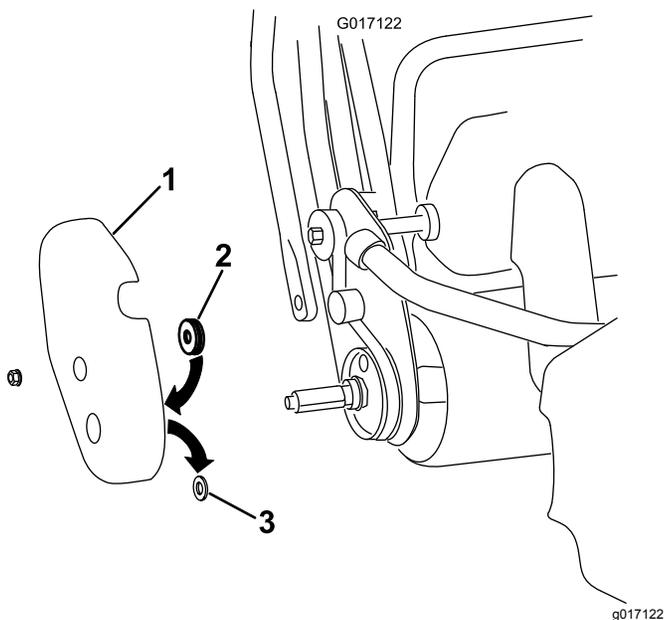

Figura 9
- A. Retire la tapa del tambor del lado derecho de la máquina (Figura 9).
- B. Retire y deseche el anillo de goma del taladro del eje de la tapa del tambor (Figura 9).
C. Coloque la junta de colchón en el interior de la tapa, alrededor del taladro del eje (Figura 9).